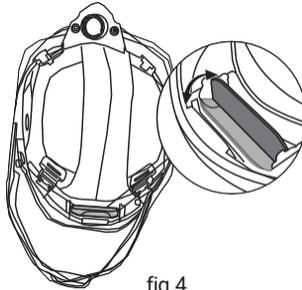

fig.4
- Basculez la plaque de réglage de la direction du flux d'air sur le front pour ajuster la direction du flux d'air dans la visière, afin d'assurer un port confortable (2 positions réglables) (voir fig. 4).